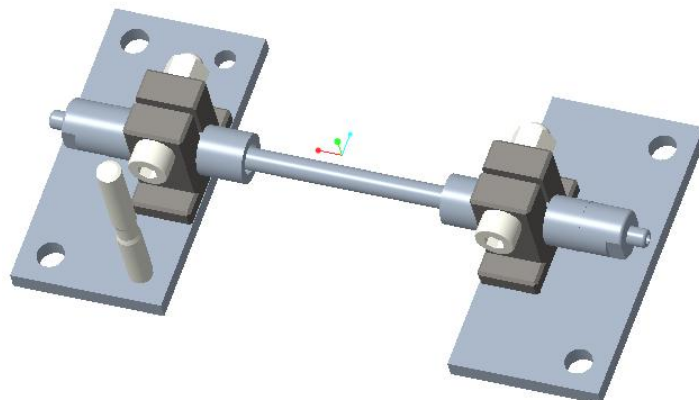
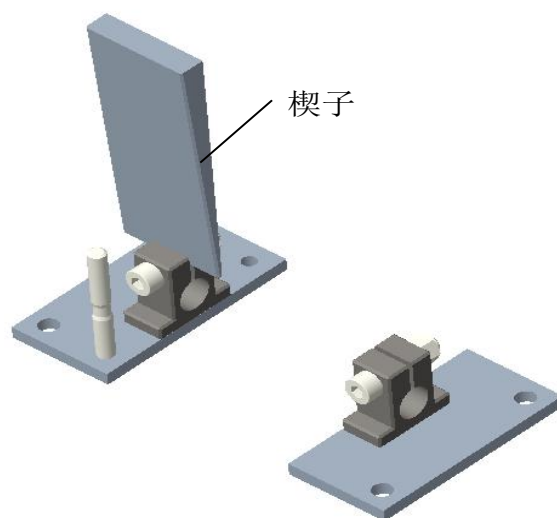
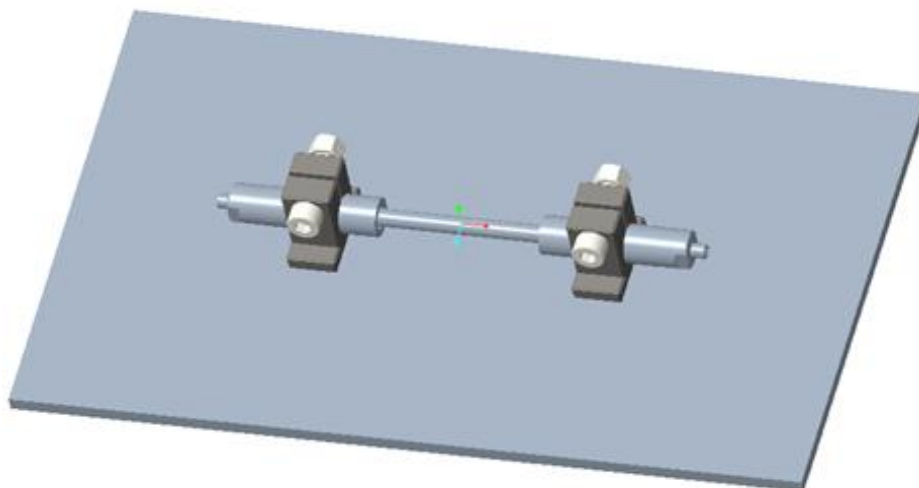

图 3.3.4 传感器安装示意图
图 3.3.5 楔子辅助安装
图 3.3.8 传感器安装示意图
- 5、 紧固完成后将辅助杆取出,再将传感器安装进支座内,如图 3.3.4 所示,调整位置后,利用扳手将支座螺母完全拧紧。如果安装时感觉基座孔较紧,可以采用图 3.3.5 中的楔子来扩孔,从而辅助传感器安装。
- 4、 将辅助杆取出，再将传感器安装进支座内，如图 3.3.8 所示，调整位置后，利用扳手将支座螺母完全拧紧。如果安装时感觉基座孔较紧，可以采用图 3.3.5 中的楔子来扩孔，从而辅助传感器安装。